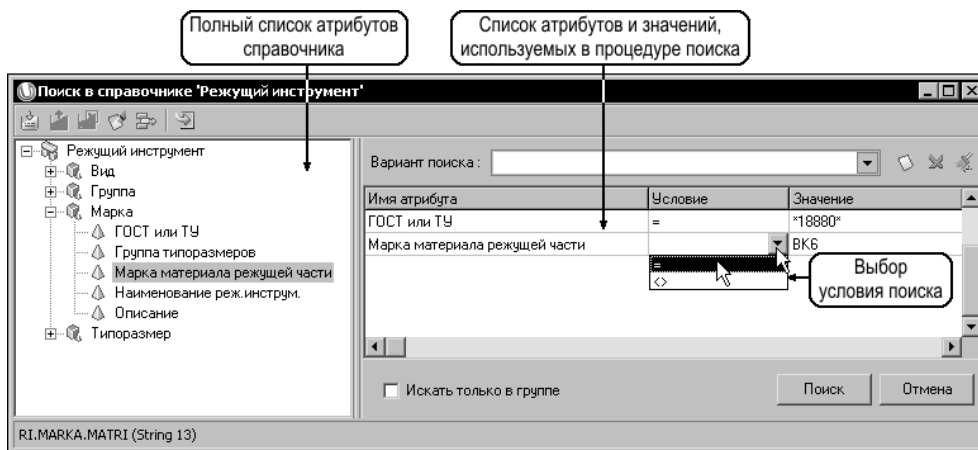

Рис. 8.5. Окно параметров поиска
Окно задания параметров поиска, показанное на рис. 8.5, содержит полный список атрибутов (критериев), зарегистрированных у классов справочника (компонент «дерево» в левой части окна), и таблицу с формируемыми параметрами поиска. Следует отметить, что все параметры поиска (список критериев, варианты поиска и т.д.) индивидуальны для каждого пользователя, работающего с УТС.
1. В списке атрибутов выберите критерий, значение которого будет использоваться для поиска данных (например, атрибут «Марка материала режущей части» на рис. 8.5). Двойным щелчком мыши поместите критерий в таблицу параметров — таблица пополнится новой записью с заполненным полем **Имя атрибута**. Если критерий был выбран ошибочно и его следует удалить, установите на него курсор (в таблице) и нажмите кнопку **Удалить критерий** на инструментальной панели или одноименную команду контекстного меню. Если необходимо полностью очистить таблицу критериев — нажмите кнопку **Очистить**.
- Заполните поле **Значение** в соответствии с выбранным условием поиска. Если известна только часть значения, то оставшиеся неизвестные части заменяются символом «\*». Это позволяет реализовать процедуры поиска вида «Начинается», «Заканчивается» и «Содержит». Например, на рис. 8.5 поиск данных будет осуществляться среди объектов, атрибут «ГОСТ или ТУ» которых содержит значение «18880».